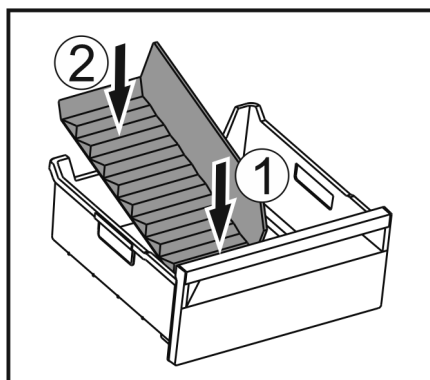

Fig. 154
- Sæt den forreste del af frostrumsadskilleren i. Fig. 154 (1)
- Sæt den bageste del af frostrumsadskilleren ned i skuffebunden. Fig. 154 (2)